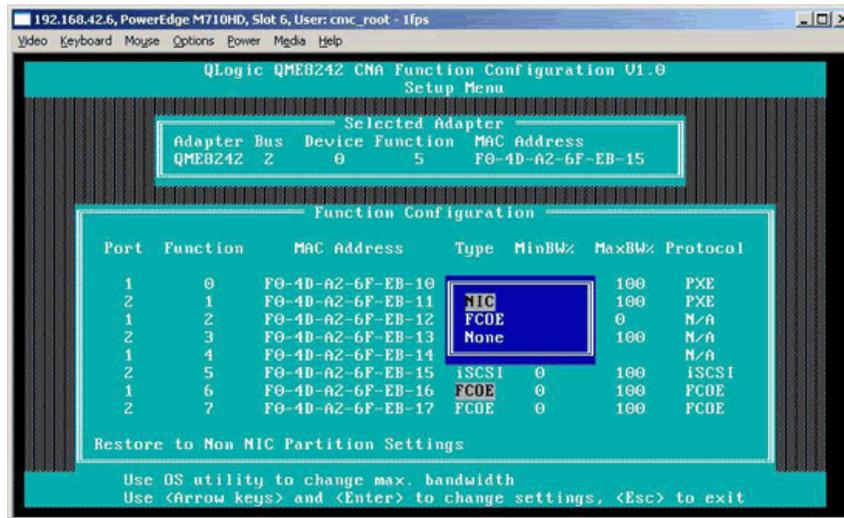

Figure 4-13. Ajustement de la bande passante minimale
- Déplacez le curseur vers la colonne **MinBW%** pour régler la bande passante minimale (voir Figure 4-13) sur chaque partition (entre 0–100 pour cent).